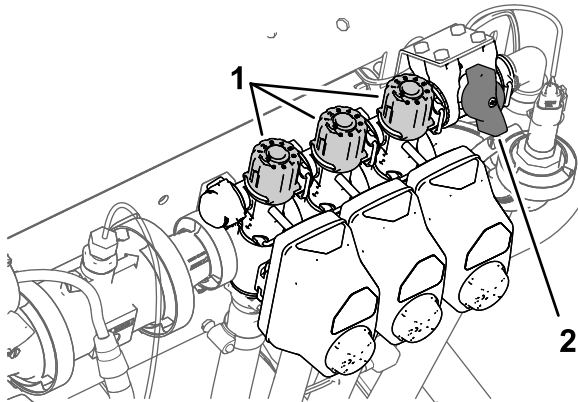

Figure 33
- Désactivez la section gauche et réglez le bouton de dérivation de section (Figure 33) jusqu'à ce que le débit affiché corresponde au précédent selon le tableau.
- Réglez le bouton de dérivation de la section droite (Figure 33) jusqu'à ce que le débit indiqué corresponde au précédent selon le tableau.
- Réglez le bouton de dérivation de la section centrale (Figure 33) jusqu'à ce que le débit indiqué corresponde au précédent selon le tableau.